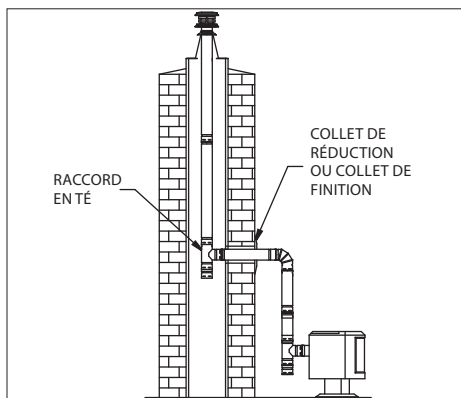

Figure 16
1. Mettre l'appareil à son emplacement définitif et marquer le centre du trou où le tuyau rentre dans la cheminée de maçonnerie (**Figure 16**).
B. Un té est installé à la base du tuyau vertical (**Figure 16**).
C. La section de tuyau qui passe dans la maçonnerie doit passer dans un collet de réduction ou de finition pour un aspect fini (**Figure 16**).